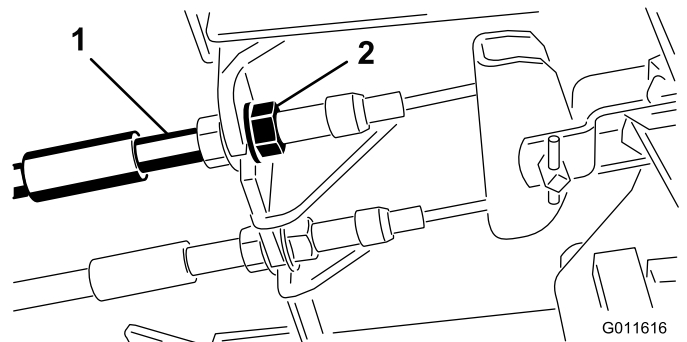

図 73
1. 遊びを減らす（ブレーキを締める）には、ブレーキケーブルのネジ山の前ナットをゆるめ、後ろのナットを締める（図 73）。